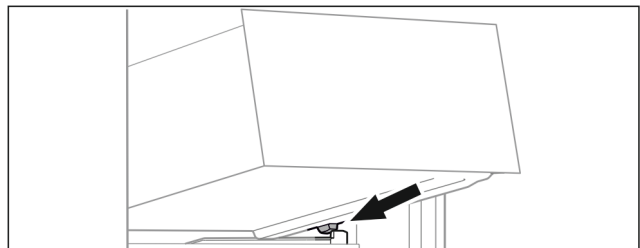

Fig. 98
- ▶ Lade schuin achter de stoppers op containerrib plaatsen. (zie Fig. 98)